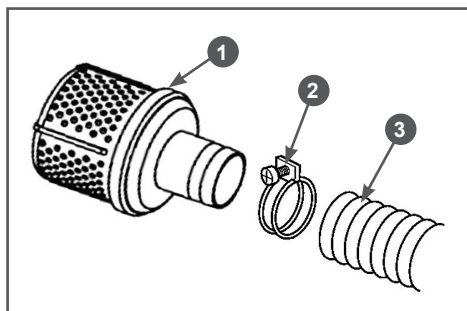

Рис. 7 Установка всасывающего фильтра
1. Наденьте до упора всасывающий рукав 3 на патрубок всасывающего фильтра 1 и затяните его хомутом 2 (Рис. 7).